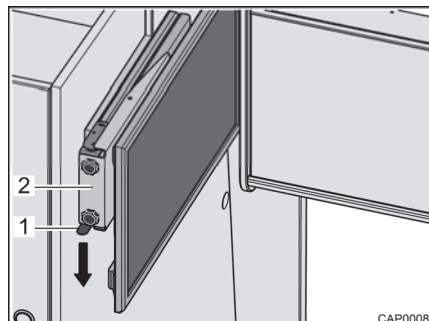

Bild 57 Auszug mit Flachbildschirm
- Rastfeder (Bild 57,1) nach unten drücken und Auszug (Bild 57,2) mit Flachbildschirm waagrecht in Richtung Fahrzeugmitte herausziehen.
- Auszug (Bild 57,2) mit Flachbildschirm waagrecht bis zum Anschlag schieben. Die Rastfeder (Bild 57,1) rastet hörbar ein.